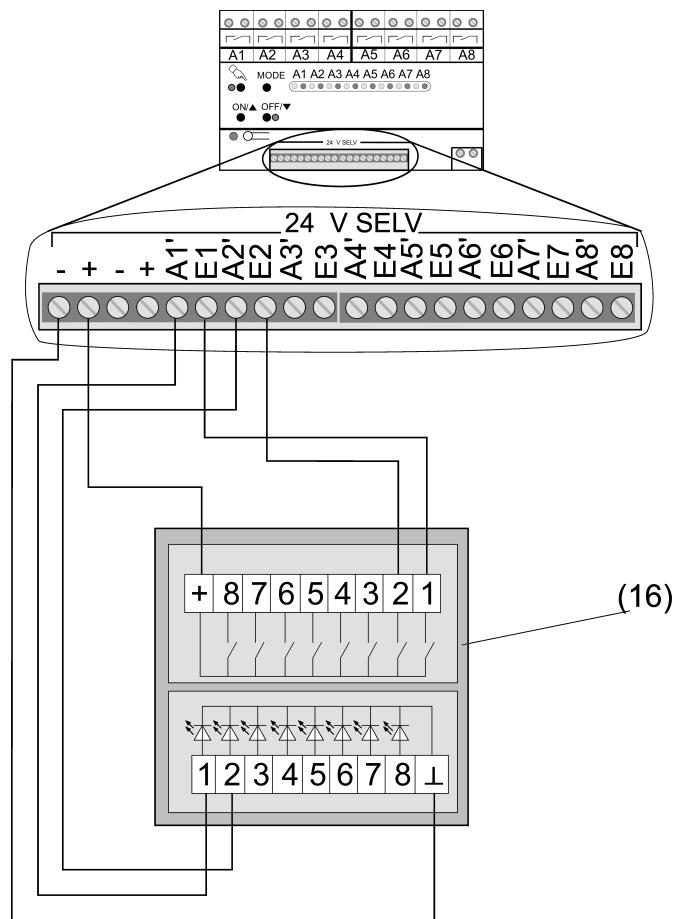

Bild 5: Anschlussbeispiel mit Tassensor 24 V, Tassensor-Modul 24 V 4fach
- Anschluss gemäß Anschlussbeispiel (siehe Bild 5) vornehmen.